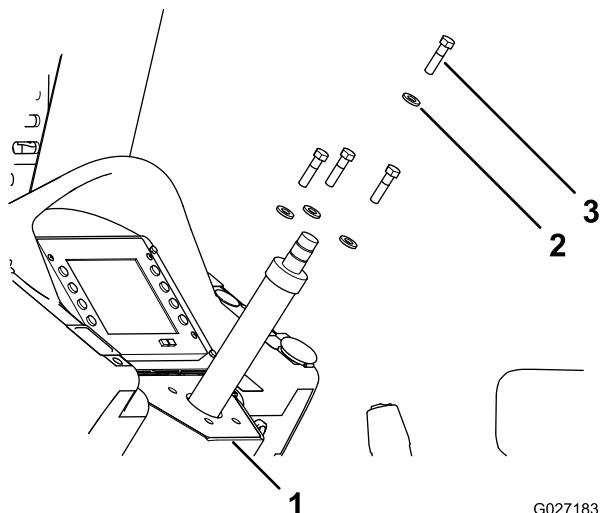

Figura 4
3. Retire los 4 pernos ($3/8'' \times 1\frac{1}{2}''$) y las 4 arandelas ($3/8''$) que sujetan la columna de dirección fija y la válvula de dirección al soporte de la columna de dirección (Figura 4).